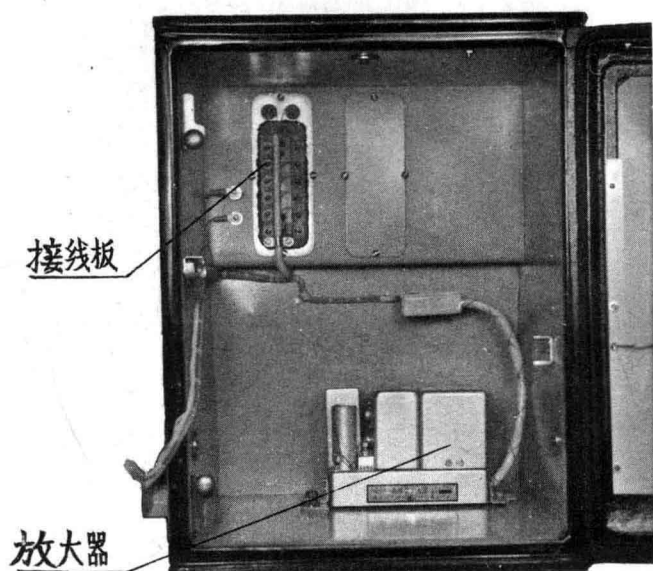
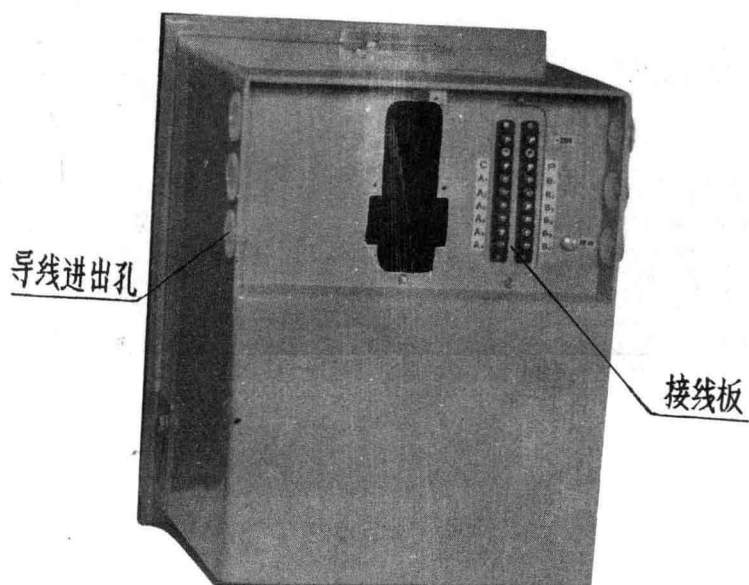

图3. 外壳内视图
图4. 外壳后视图
1、外壳：外壳用铝板制成，后部有一接线盒，盒内装有接线板，盒的两侧有导线进出孔，各孔均有塑胶塞封闭，如图3、图4所示。